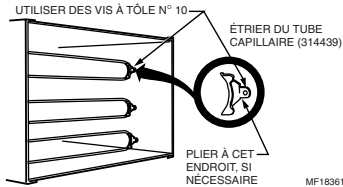

Fig. 8. Autre montage possible à l'aide d'un étriér de tube capillaire 314439.
2. Percer les trous pour les vis à tôle n° 10. Voir la Fig. 8.
Les Fig. 8 et 13 montrent les accessoires offerts pour l'installation du LP920.